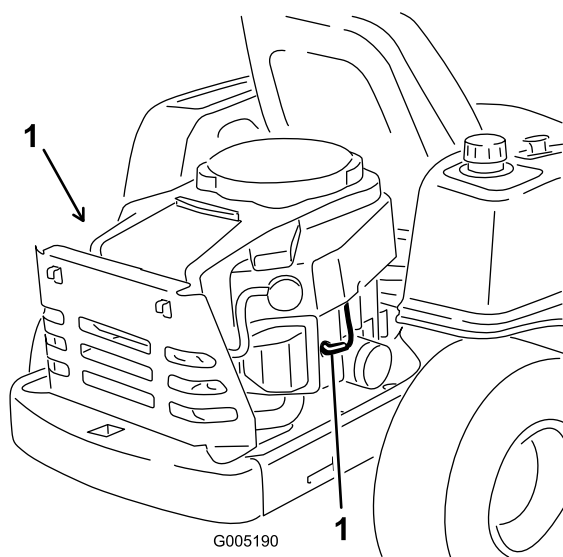

Figure 33
2. Avant de retirer la(les) bougie(s), nettoyez la surface autour de la base de la bougie pour empêcher la poussière et les débris de pénétrer dans le moteur. Débranchez les bougies (Figure 33).
3. Reconnectez le fil à la bougie (Figure 33).